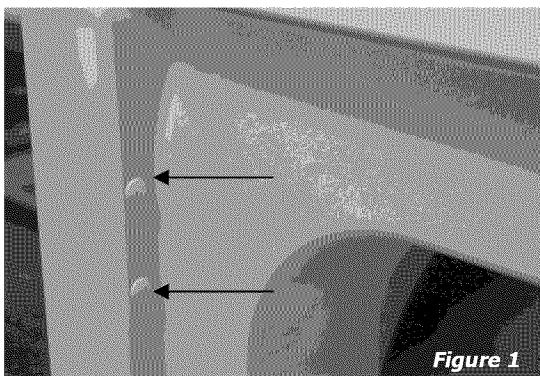

Figure 1
- Ouvrez la Porte et enlevez les 4 bouchons d'en face où on trouve la charnière. Conservez toutes les pièces pour les utiliser postérieurement, à moins qu'on ne spécifie le contraire. (Figure 1)